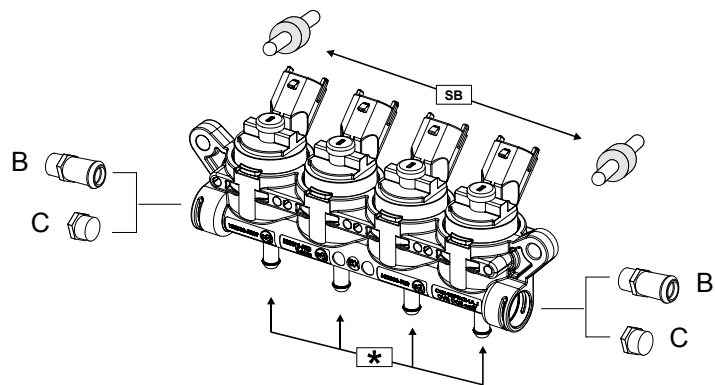

Рис. i1
- Патрубок для впуска газа В и пробка С могут устанавливаться на блок инжекторов в произвольном порядке, чтобы обеспечить наилучшее соответствие компоновке трубопроводов (рис. i1). **Выполняйте затяжку с помощью динамометрического ключа.**
- Блок инжекторов должен всегда надежно закрепляться на неподвижном компоненте транспортного средства с использованием входящих в комплект поставки сайлент-блоков (SB, рис. i1), гаек и болтов и имеющих подходящую форму кронштейнов. Монтажные кронштейны следует изогнуть в соответствии с выбранными точками крепления. Блок инжекторов не следует устанавливать рядом с выхлопными коллекторами или катализатором.